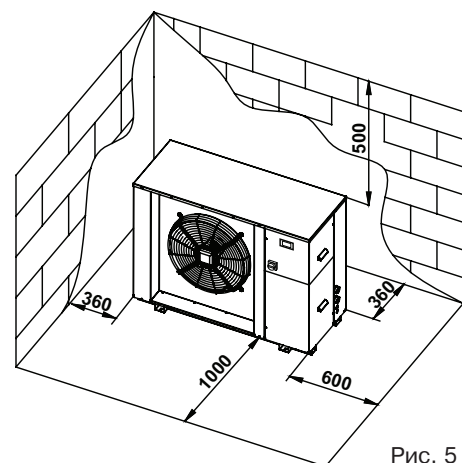

Рис. 5
- Агрегат следует устанавливать строго горизонтально с соблюдением указанных на рис. 5 размеров свободного пространства, обеспечивающего доступ к электрическим соединениям и соединениям холодильного контура при техническом обслуживании.